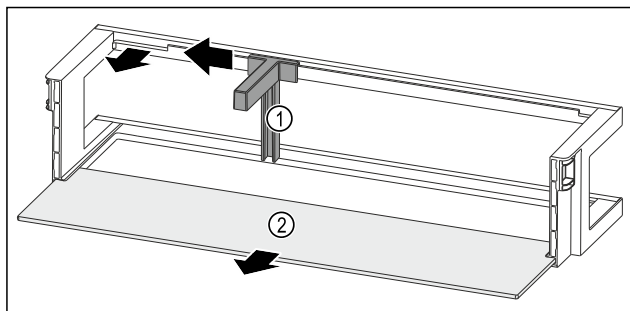

Fig. 243 Polica u vratima s držačem boca i policom za odlaganje
- ▶ Držač za boce Fig. 243 (1) pogurnite do otvora na stranu.
- ▶ Izvadite držač za boce Fig. 243 (1).
- ▶ Izvadite policu Fig. 243 (2).